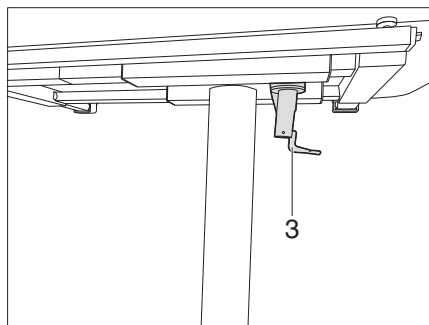

Fig. 123 Bloquear la mesa plegable
- Girar la palanca de bloqueo (Fig. 123,3) hacia la derecha. La mesa elevadora está bloqueada y no puede moverse.